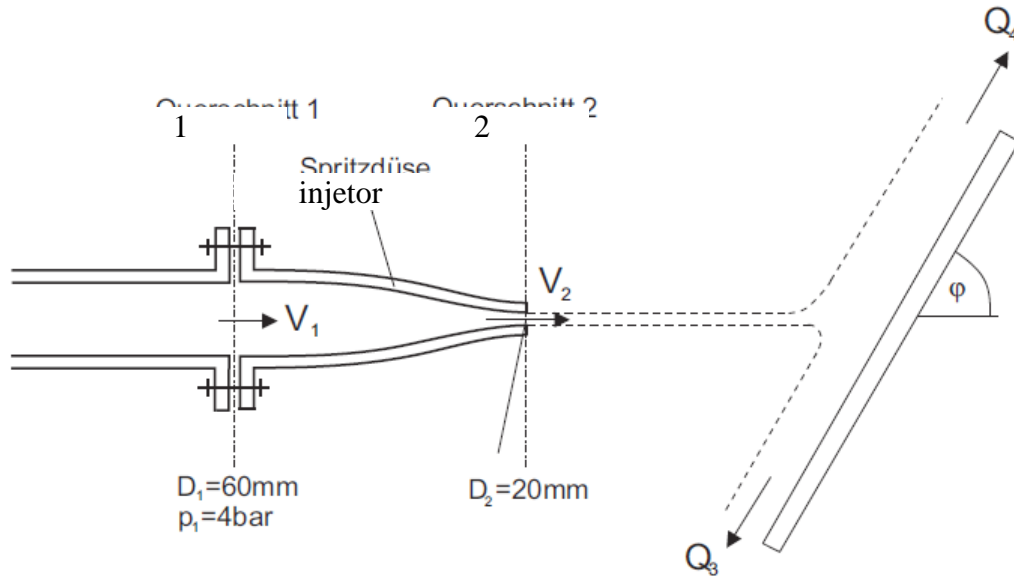

Fig. 2: Injetor e jato livre e placa (vista em planta)
1. A Fig. 2 (vista em planta) mostra um injetor. Na seção 1 ($D_1 = 80$ mm) foi medido a pressão de $p_1 = 3$ bar. Na Seção 2 ($D_2 = 40$ mm) a água sai do injetor em forma de um jato livre horizontal com geometria circular que bate numa placa, inclinada com $\phi = 35^\circ$. As distribuições de velocidade no injetor e no jato podem ser considerada uniforme. O atrito entre o jato e a placa e dentro do injetor pode ser desconsiderada.
- b. Desenhe um volume de controle na Fig. 2 que permite calcular a força horizontal no local dos parafusos do injetor (seção 1).
- Desenhe um volume de controle na Fig. 2 que permite calcular as forças horizontais nos dois parafusos para segurar a placa.